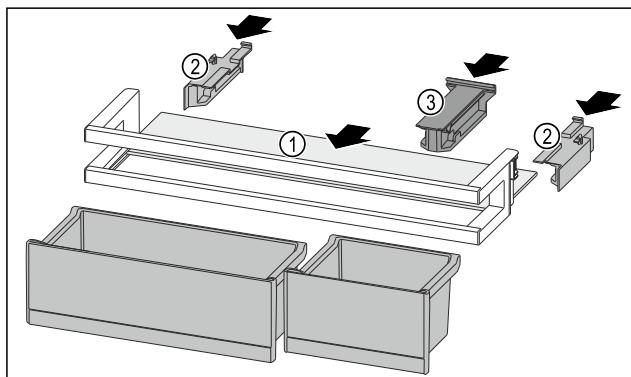

Fig. 100
- ▶ 将搁板 Fig. 100 (1)推入侧面凹槽。
- ▶ 插入侧面部份 Fig. 100 (2)。
- ▶ 插入定位件 Fig. 100 (3)。